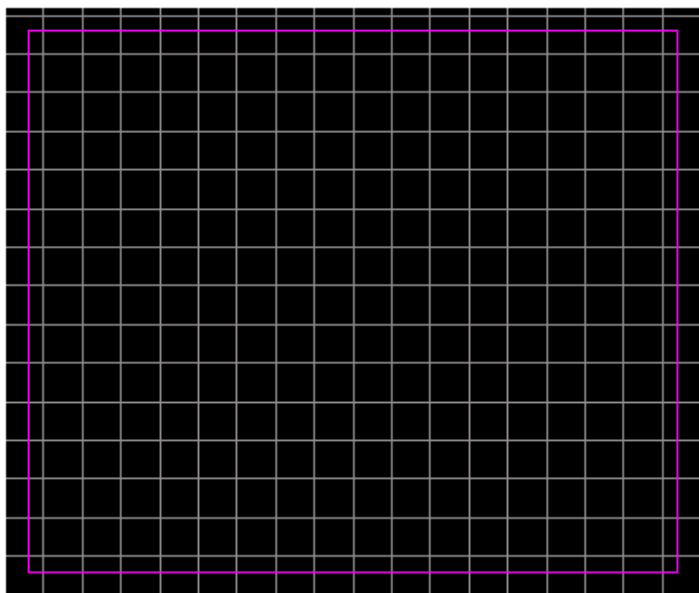

图9-3 绘制布线区域的PCB板
- (5) 单击工作区下部的“Keep-Out Layer”层标签，选择“Keep Out Layer”层，重新定义PCB板的边框。
- (6) 单击“Utilities”工具栏中的绘图工具按钮，在弹出的工具栏中选择线段工具按钮，移动光标按顺序连接工作区内坐标为（103，33）、（187，33）、（187，103）和（103，103）的四个点，然后光标回到（103，33）处，光标处出现一个小方框，按鼠标左键，即绘制“Keep Out”布线的矩形区域（如图9-3所示），按鼠标右键，退出布线状态。(单位：mm)。